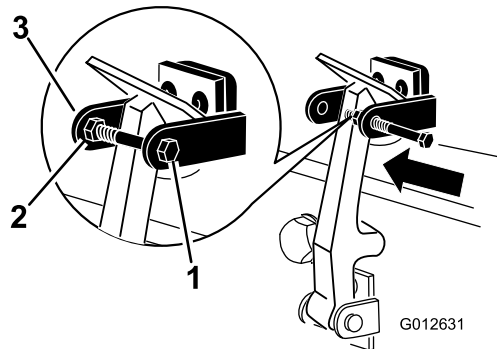

图 16
7. 将螺栓拧入机罩门锁支架的另一个臂直至将门锁锁定到位 (图 16)。